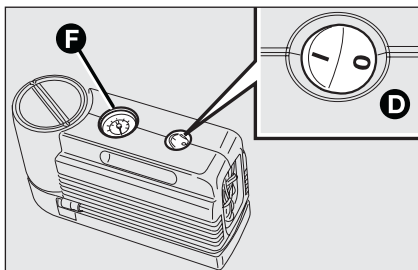
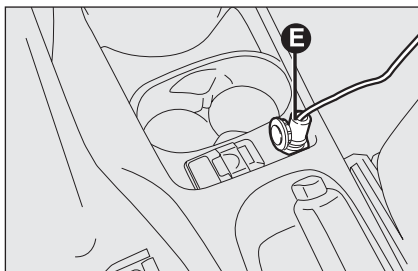

fig. 14
fig. 15
- ☐ certificar-se de que o interruptor **D**-fig. 14 do compressor está na posição 0 (apagado), ligar o motor, inserir a ficha **E**-fig. 15 na tomada de corrente mais próxima e accionar o compressor colocando o interruptor **D**-fig. 14 na posição I (aceso). Encher os pneus de acordo com a pressão indicada no parágrafo “Pressão de enchimento” do capítulo “Dados técnicos”.
- Para obter uma leitura mais precisa, recomenda-se que verifique o valor da pressão no manómetro **F**-fig. 14 com o compressor desligado;